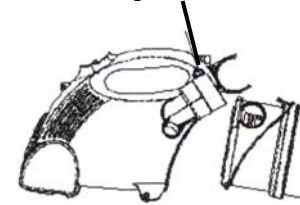

Fig.7
2. Para abrir el contenedor de polvo, presionar el botón del seguro y sacar el contenedor. (Fig. 7)